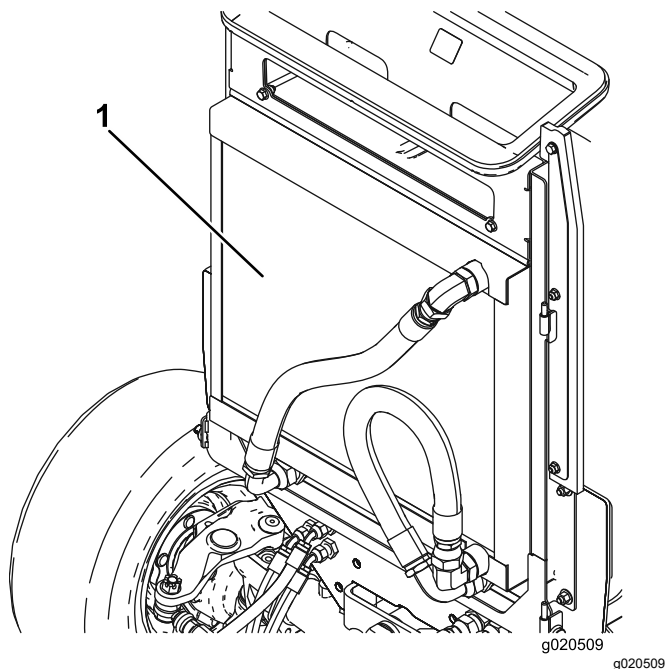

Figura 94
2. Limpe ambos os lados do radiador/refrigerador (Figura 94) com ar comprimido. Comece a partir da parte frontal e sopre os detritos para fora na direção da parte posterior. Depois, limpe a partir da parte posterior e sopre na direção da parte frontal. Repita o procedimento várias vezes até remover toda a sujidade e detritos.